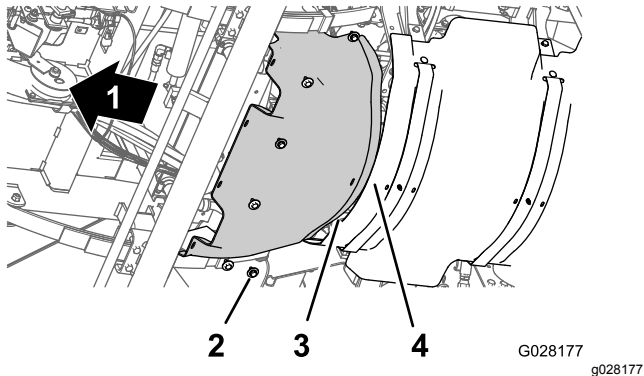

Bild 57
1. Fluchten Sie den hinteren Flansch des vorderen Wärmeschutzblechs über dem vorderen Flansch des hinteren Wärmeschutzblechs aus (Bild 57).
2. Fluchten Sie die Löcher im vorderen Wärmeschutzblech mit den Gewindelöchern im Chassis aus (Bild 57).
3. Befestigen Sie das vordere Wärmeschutzblech mit den sechs Sechskantschrauben und sechs Scheiben (Bild 57), die Sie in Schritt 3 von Entfernen des vorderen Wärmeschutzblechs \(Seite 51\) entfernt haben, an der Maschine.